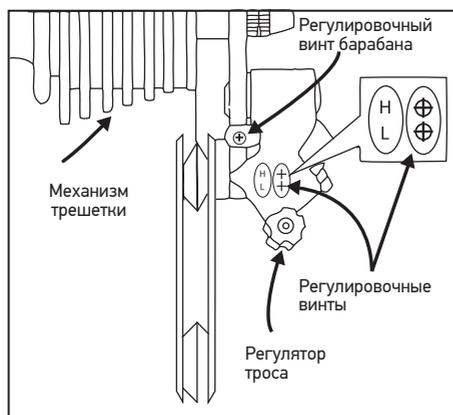

Рис. 31: Части заднего механизма переключения передач. Вид сзади
6. Натяжение троса регулируется посредством поворота Регулятора троса, расположенного в месте соединения троса или заднего механизма переключения передач (Рис. 31). Для увеличения натяжения троса повернуть регулятор по часовой стрелке. Поворачивать регулятор до тех пор, пока проблема не будет устранена.